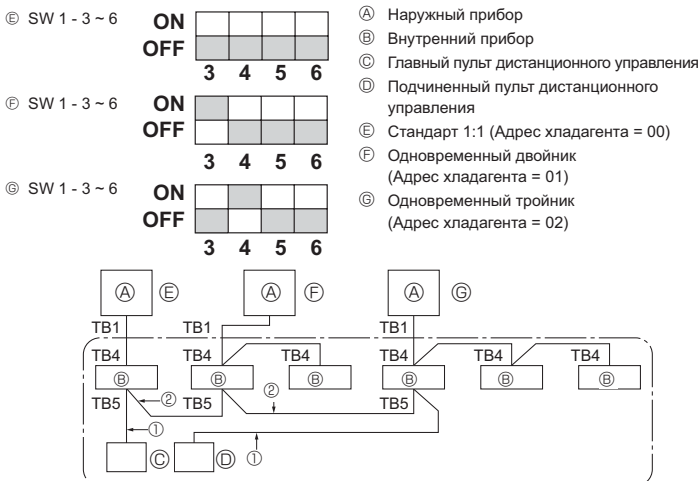

Fig. 10-1
10. Управление системой (Fig. 10-1)